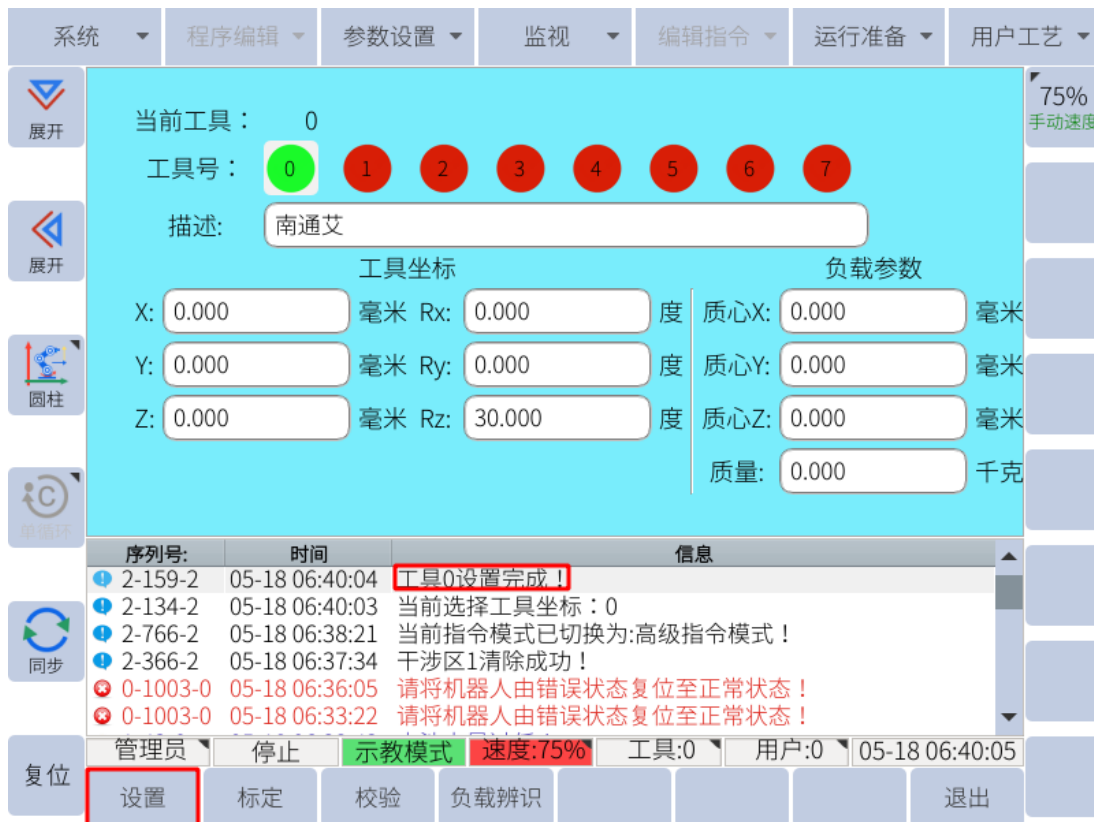

图 6-46：工具坐标设置完成
3. 点击子菜单栏的“设置”，信息提示栏会提示“工具坐标设置完成”，如图 6-46 所示。